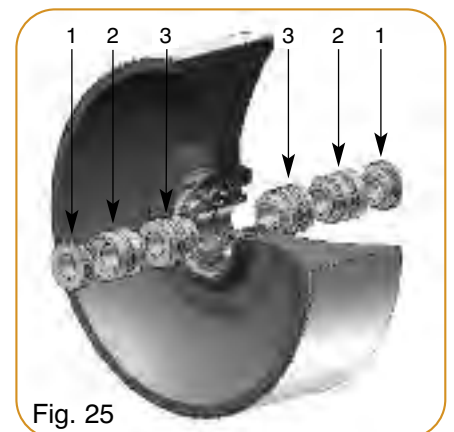

Fig. 25
- Montage version A ou C : roue largeur 67 mm (fig. 25).
- Version A or C assembly : 67 mm wide wheel (fig. 25).
- Montage Version A oder C: Rad Breite 67 mm (Abb. 25).
- Montaje versión A o C : rueda anchura 67 mm (fig. 25).